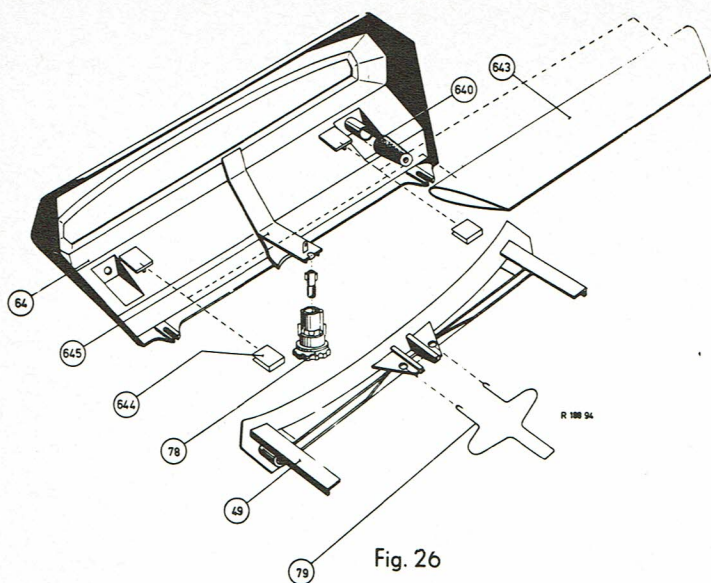

Fig. 26
Q. GARNITURES DE CAOUTCHOUC (voir la fig. 26)
R. CADRE D'INSERTION (voir la fig. 26)